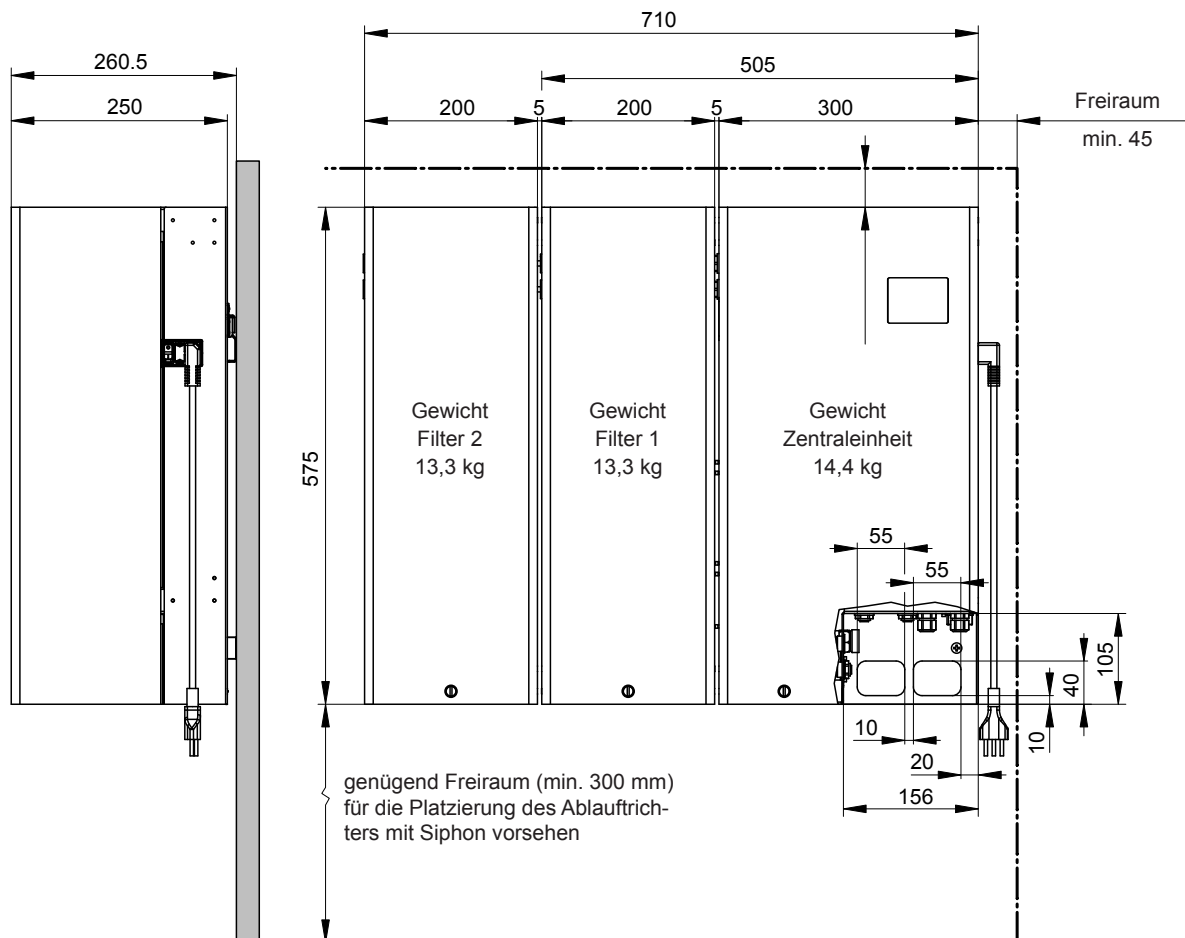

Abb. 6: Abmessungen Zentraleinheit und Filter (Masse in mm)
- Im Raum muss eine genügend grosse freie Wandfläche für die Montage der Zentraleinheit und der Filter vorhanden sein (siehe Abb. 6).
Wichtig: Die Wand an der die Zentraleinheit und der Filter montiert werden, muss eine ausreichende Tragfähigkeit aufweisen (siehe Gewichtsangaben in Abb. 6) und für die Befestigung geeignet sein.